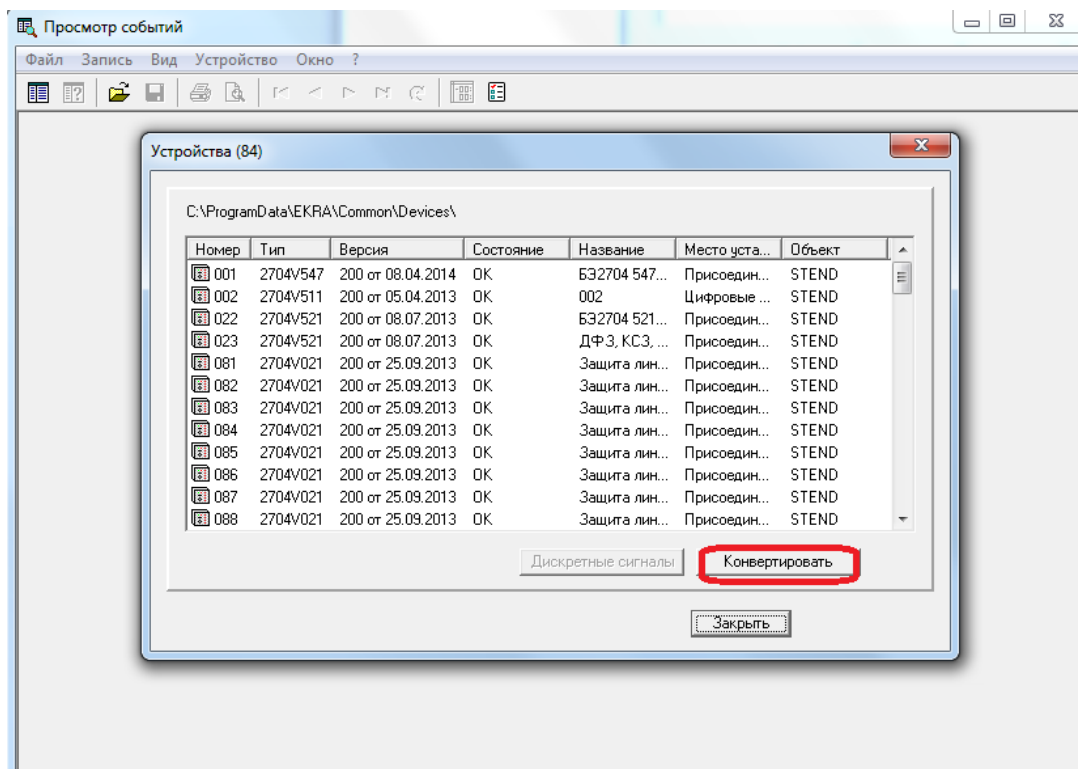

Рисунок 2.59.8
- выполнить конвертацию файлов конфигурации терминалов БЭ2704 и БЭ2502 в базу данных кодов событий при помощи программы **Просмотр событий**. Для этого запустить программу **Просмотр событий** из меню **Пуск**, затем в меню **Устройства** выбрать пункт **Список устройств**. В появившемся окне нажать кнопку **Конвертировать** (рисунок 2.59.8);